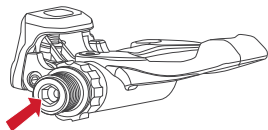

Figura 1. Usar una llave allen en el eje del pedal
3. Con la llave allen de 8 mm, desde la parte trasera del eje del pedal (figura 1), enrosca los pedales en la biela hasta alcanzar los 40,2 - 42,9 Nm.